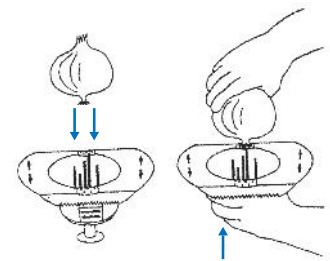
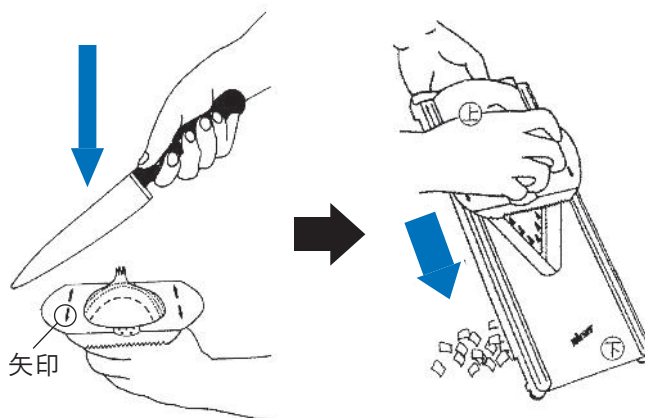

図12. 玉ねぎの刺し方
図17. 玉ねぎのみじん切り
玉ねぎの場合、4ページの図12の様に根の部分を金属ピンに刺します。
- まず、4ページの「図12. 玉ねぎの刺し方」のように安全ホルダーに玉ねぎを刺しておきます。
- 右図の様に、⑥安全ホルダーの「矢印」に対し垂直方向（右図の点線表示の方向）に3回程度包丁で切り込みを入れます。
- ※玉ねぎのみじん切りがうまくできない場合は、切り込みを入れる方向と切る方向が正しいかどうか、図17をご参考に再度ご確認ください。